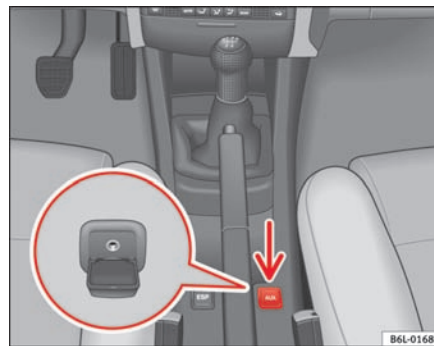

Fig. 86 Ekstra audioindgang
- Løft AUX-afdækningen ⇒ fig. 86.